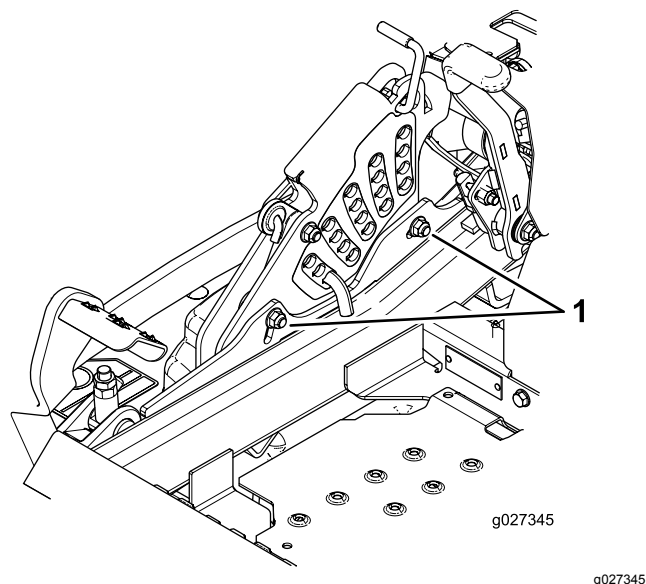

Figure 87
10. Pour régler le système monopoint, desserrez les 2 boulons au bas de la plaque de hauteur de coupe (**Figure 87**).
11. Serrez les 2 boulons au bas de la plaque de hauteur de coupe (**Figure 87**).